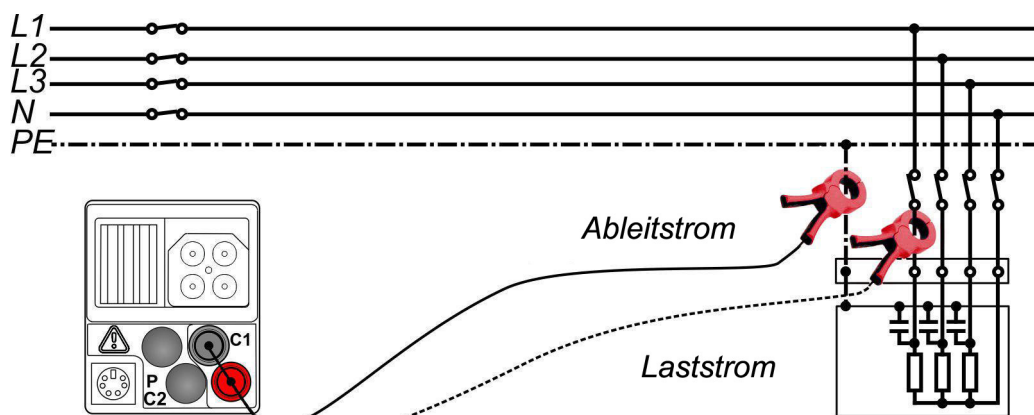

Abbildung 5.39: Anschluss des optionalen Stromzangenadapters BENNING CC 1 oder BENNING CC 3 - Abbildung am Beispiel des IT 130
- Umfassen Sie den einadrigen Leiter mit der Strommesszange (siehe Abbildung 5.39).